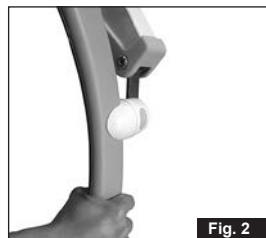

Fig. 2
2. Sätt i lyftbygeln i spåret på sidan av lyftbygelns övre hölje (*fig. 2*).